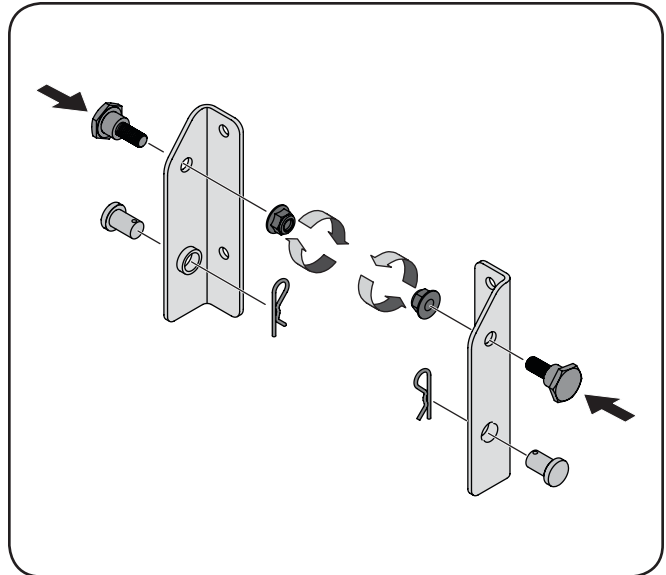

Figure 4-1
1. Installez un boulon à épaulement fourni dans le jeu de montage, sur chaque support et fixez-les avec les contre-écrous à épaulement également inclus dans le jeu de montage. Consultez la figure 4-1.
2. Installez un axes à épaulement fourni dans le jeu de montage, sur chaque support et fixez-les avec les goupilles à cliques inclus dans le jeu de montage. Consultez la figure 4-1.